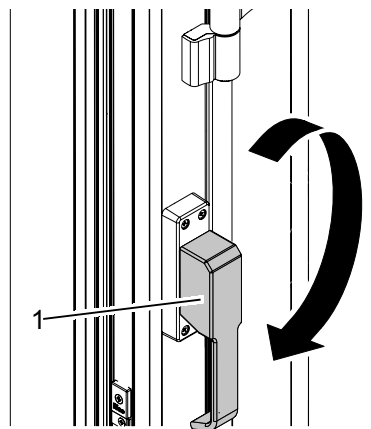

Abb. 9: Türtreibriegel unten = Türfunktion
1. Türtreibriegel (Abb. 9) um 180° nach unten in die Türfunktion bewegen.
Pilzkopf mit Grease Mehrzweckfett schmieren. - Nur der Pilzkopf (Abb. 9/1) am Drehschiebeflügel muss geschmiert werden. - Schräg verlaufende Unterseite des Pilzkopfs ebenfalls schmieren.	Instandhaltungspersonal